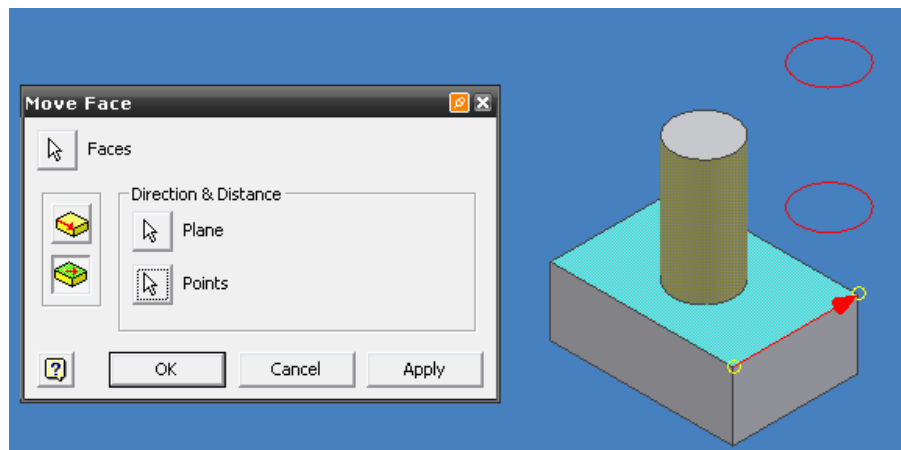

Figura 3.56 Vista previa del comando MOVE FACE.
- Por ultimo escoja POINTS (puntos) y seleccione 2 esquinas, surgirá en su pantalla una vista previa de la dirección del movimiento y la distancia que se recorrerá la pieza, figura 3.56.